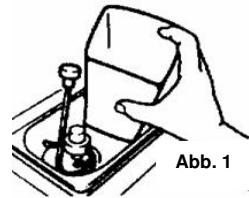

Abb. 1
- Schwenken Sie das Saugrohr hoch und nehmen Sie den Sahnetopf heraus. (Abb. 1)